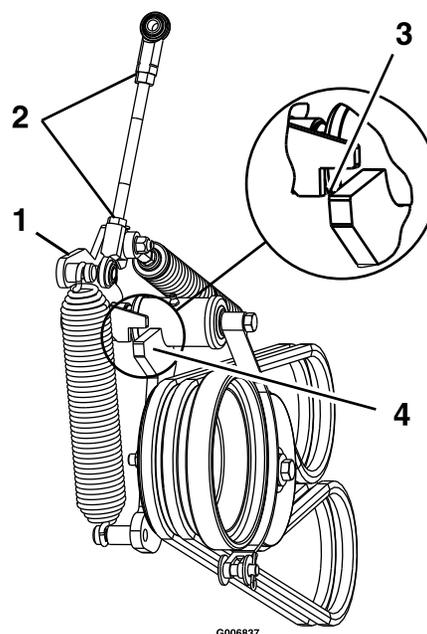

Figura 61
12. Allentate i controdadi e regolate la tiranteria fino a quando la parte superiore del braccio di rinvio non è allineata con la parte inferiore della scanalatura sul braccio di tensione, come illustrato nella Figura 61.